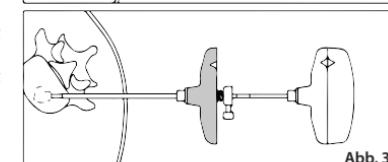

Abb. 3
- ABB. 3** Nach dem Entfernen der Spritze den Griff (B) in das Füllinstrument (A) einsetzen und leichten Druck ausüben, bis er Kontakt mit dem Luer-Ende des Füllinstruments (A) hat, dabei den Zementfluss unter Bildgebung überwachen.